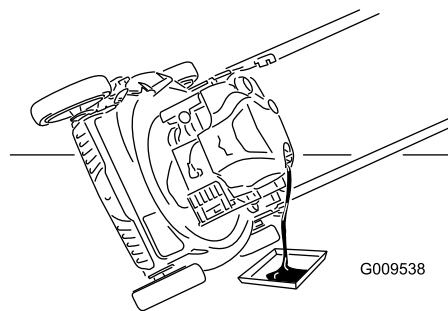

Figura 22
4. Coloque el cortacésped de lado con el filtro de aire hacia arriba para drenar el aceite usado a través del tubo de llenado de aceite (Figura 22).